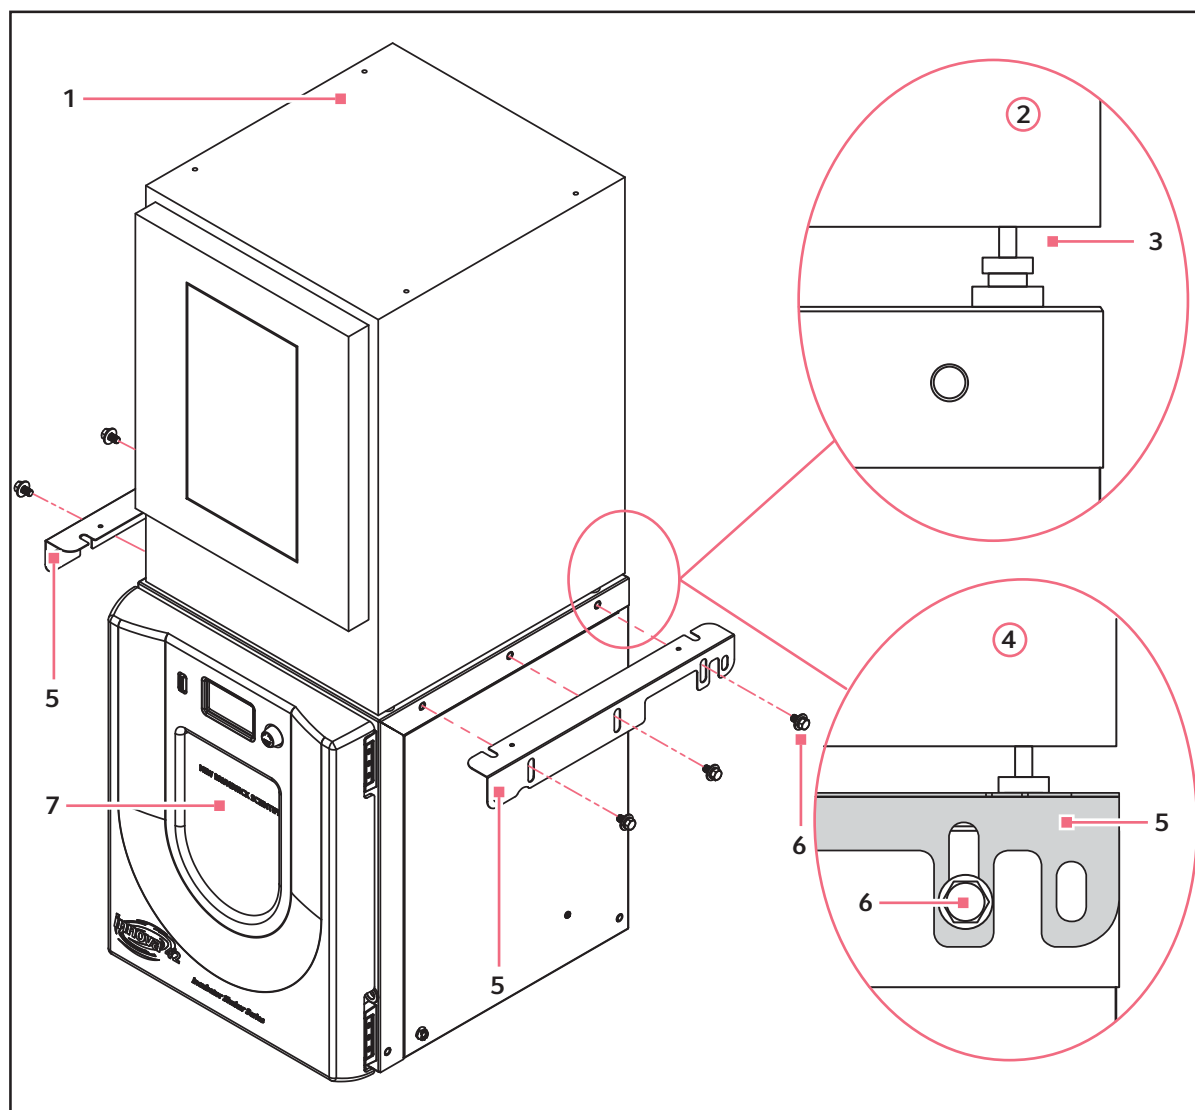

Рис. 4-10: Установка Innova 4200/4230 на Innova 42/42R
3. С помощью подъемника или другого подходящего оборудования разместите Innova 4200/4230 над Innova 42/42R, повернув их в одном направлении, как показано на рис. внизу (см. рис. 4-10 на стр. 42).